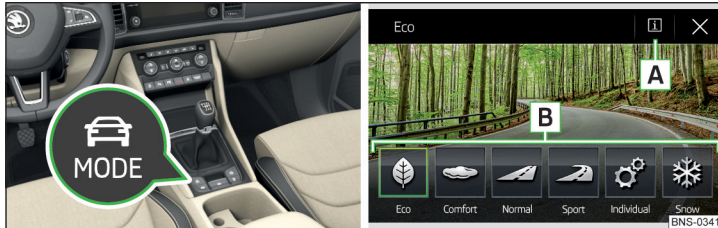

Abb. 314 Taste für die Auswahl des Fahrmodus / Anzeige im Infotainmentbildschirm
➤ Die Taste  » Abb. 314 drücken.
Im Infotainmentbildschirm werden die folgenden Funktionsflächen angezeigt » Abb. 314.
- ▶ Durch Antippen der entsprechenden Funktionsfläche im Infotainmentbildschirm » Abb. 314.